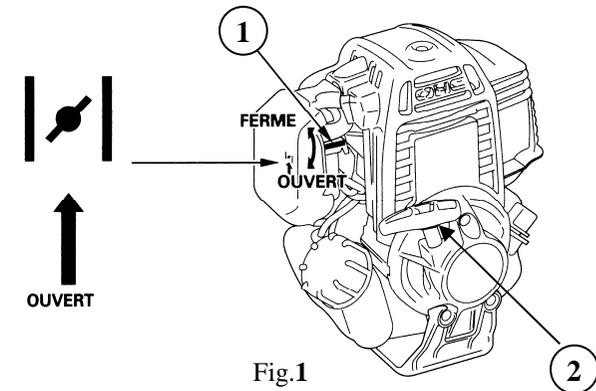

Fig.1
Le réglage s'effectue en procédant comme suit (Fig.1) :
- ② Ajuster le levier de starter Rep.① à la température ambiante et à la température du moteur (Fig.1) :